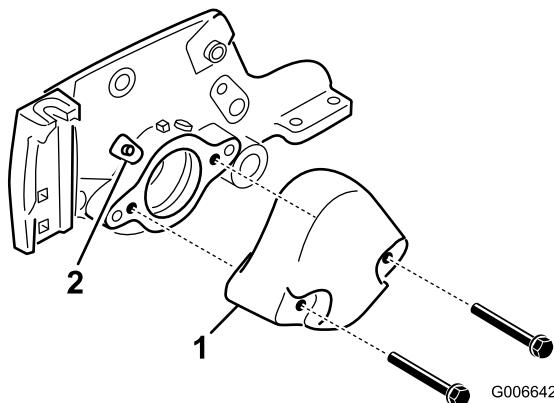

Рисунок 3
3. Открутите два болта, крепящих противовес с левой стороны режущего блока. Снимите противовес (Рисунок 3).
4. Снимите прямую масленку с корпуса подшипника и замените ее угловым (45 град.) штуцером (Рисунок 3). Расположите штуцер так, чтобы он был направлен в сторону верхней части режущего блока.